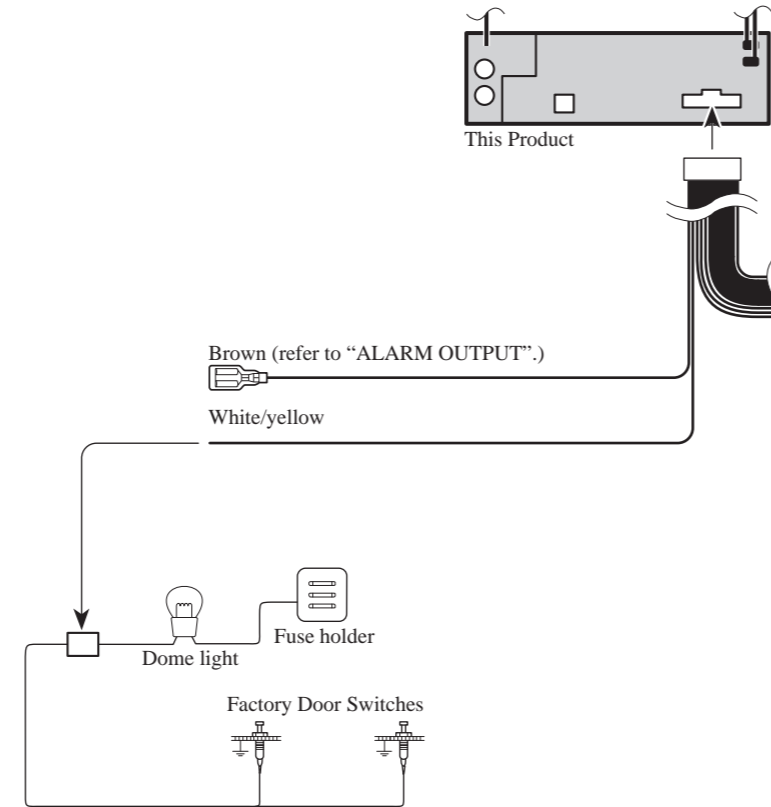

Fig. 4
■ **White/yellow (DOOR SWITCH)** ..... (Fig. 4 & 5)